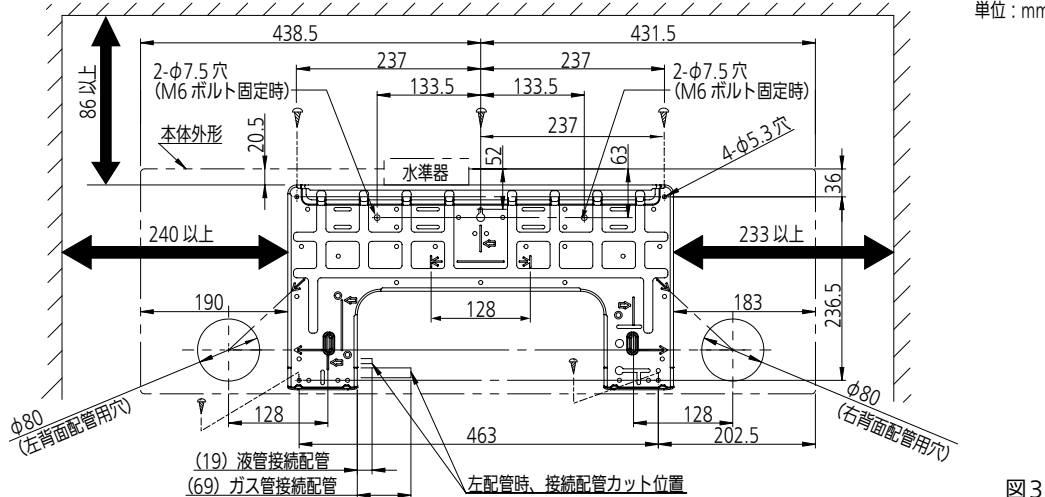

図 3
- 室内ユニットの前方側への傾きを防止するため、できるだけ推奨のネジ固定位置 (図 3、図 4) を守ってください。
室内に引き込んだ冷媒配管は、9 ページ（図 3、図 4）に記載の位置をめやすに長さを調節してください。